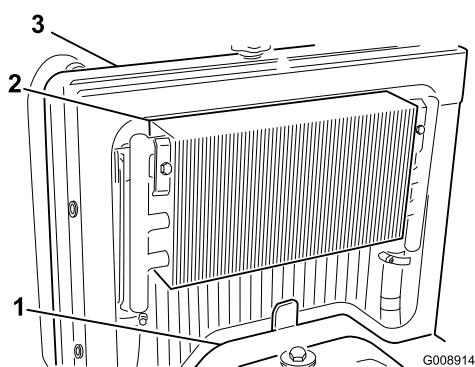

Figura 49
2. Retire o painel de acesso (Figura 49).